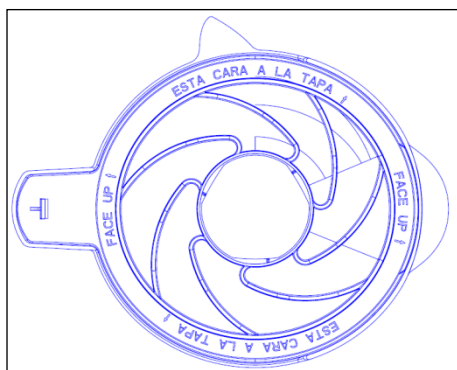
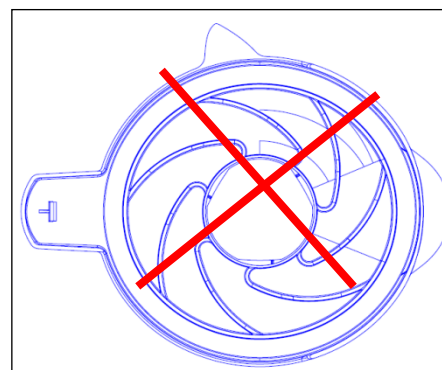

Figura 15
Figura 16
1. Il coperchio del contenitore SS: Per coprire il vaso. Un anello di tenuta all'interno può evitare che il cibo, la zuppa o il vapore fuoriesca. Quando si assembla l'anello di tenuta le parole di avvertimento "ESTA CARA A LA TAPA ↑ , FACE UP ↑ " devono essere visibili come riportato in Figura 15, altrimenti il liquido fuoriuscirà. (Figura 16)